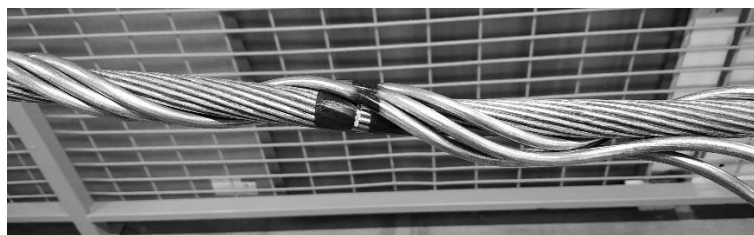

Рис. 2.
5. Смонтировать, начиная от середины, первую спираль (прядь) зажима, навивая в обе стороны на 2–3 витка (см. рис. 2). Держите спираль (прядь) крепко, надавливая на нее при навивке большим пальцем руки.